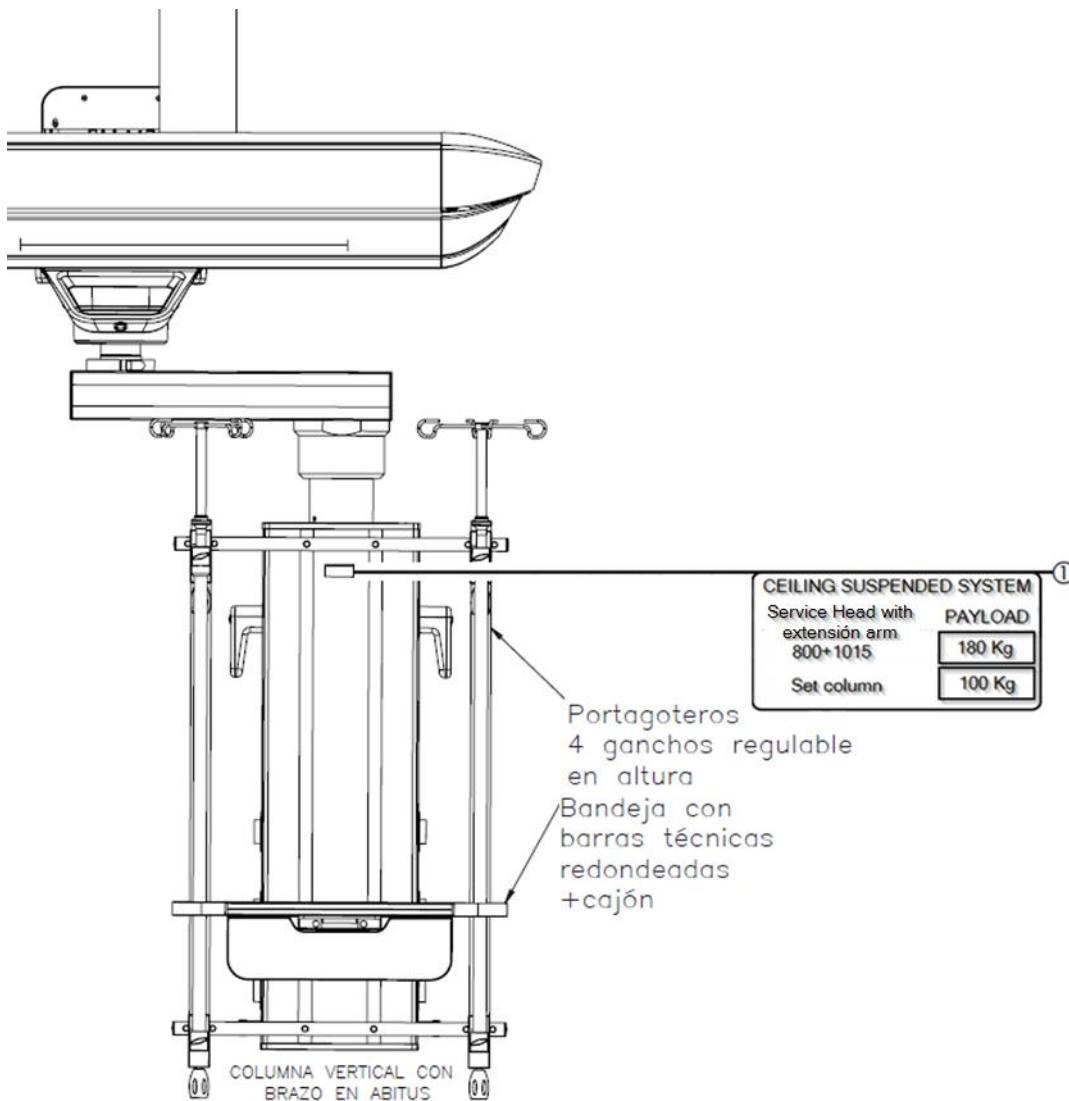

Abb. 18 Position des Nutzlastetiketts an einem Servicekopf
In dem in Abbildung 18 dargestellten Beispiel handelt es sich um eine ABITUS-Anlage mit Säule und Auslegerarm. Die maximale Nutzlast beträgt 100 kg nach Abzug des Eigengewichts des Auslegerarms und des Servicekopfes und ist auf dem Aufkleber (1) am Servicekopf angegeben. Bei den Elemententragwagen befindet sich das Etikett gut sichtbar auf dem entsprechenden Trapez.